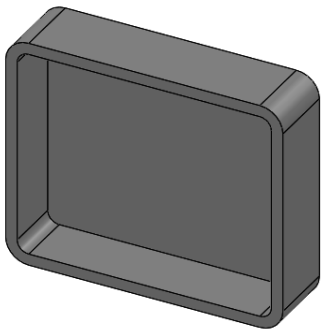

图 5-96 零件实体模型
- [1] 打开初始文件“Z5L15.prt”，零件实体模型如图 5-96 所示。